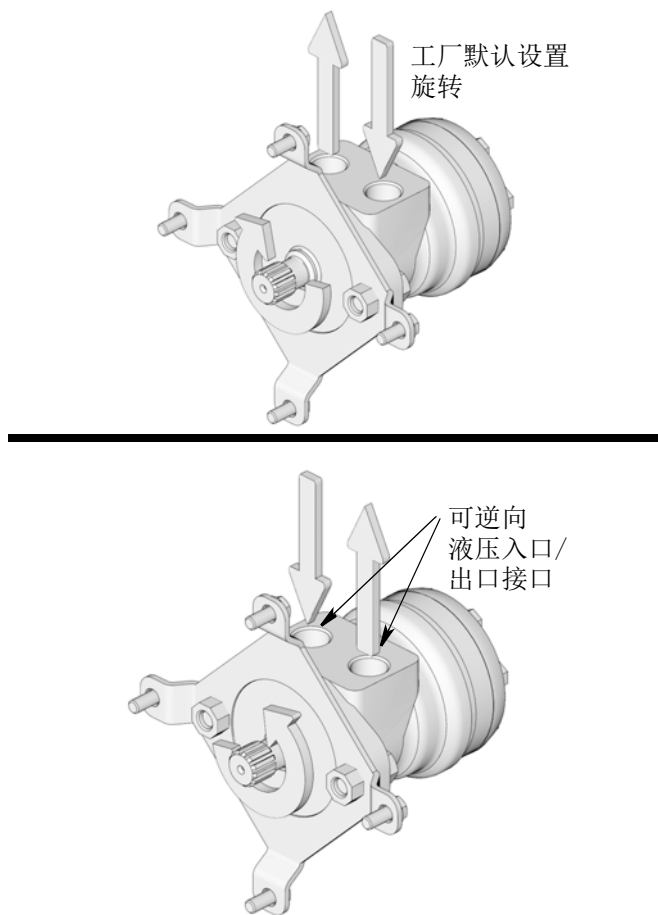

FIG. 17
**注：**卷盘启动时，线轴应当通过旋转，卷回软管。出厂默认配置是从线轴马达侧（正对马达轴的一端）观察，卷盘旋转方向为逆时针。请参见 FIG. 17。